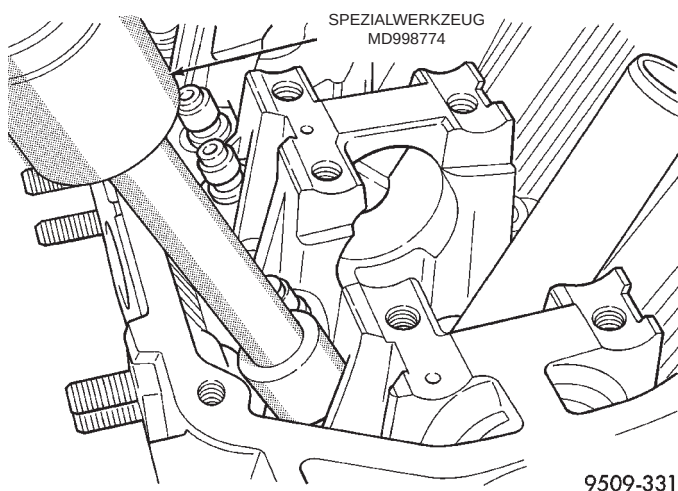

Abb. 43 Ventilschaftabdichtungen—Eingebaut
(1) Ventilschaftabdichtung (Abb. 43) wie im Abschnitt Ventileinbau beschrieben einbauen.